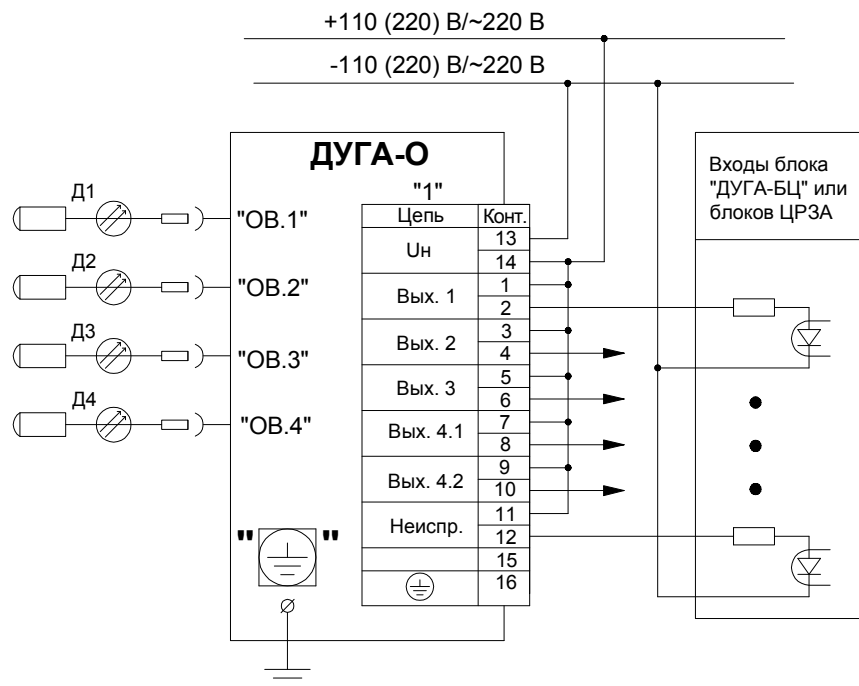

Рисунок 3 - Схема электрическая подключения (пример)
5.1 Внешние подключения регистратора осуществляются с помощью электрического и оптических соединителей, расположенных на регистраторе в соответствии со схемой электрической подключения (рисунок 3, где Д1 - Д4 - волоконно-оптические датчики дуговых замыканий, "ОВ.1" - "ОВ.4" - соединители для подключения датчиков).
6.9 Проверить соответствие монтажа внешних соединений регистратора проектной схеме подключения и схеме электрической подключения регистратора (см. рисунок 3).